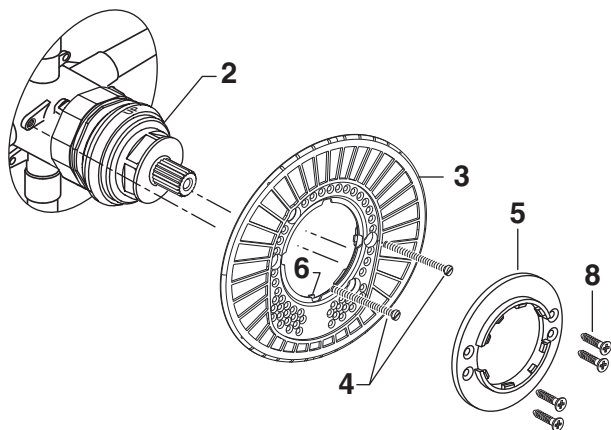

Figura 2.
- **Figura 2.** Empuje el PROTECTOR DEL CHAPETÓN (3) en la TAPA (1) y fije el cuerpo de la válvula usando los TORNILLOS LARGOS (4). Monte el SOPORTE DEL CHAPETÓN (5) en el PROTECTOR DEL CHAPETÓN (3) usando 4 TORNILLOS CORTOS (6).